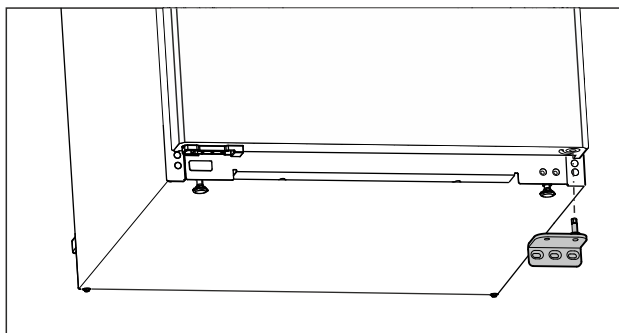

Fig. 14
- Verwijder de lagersteun naar beneden. (zie Fig. 14)